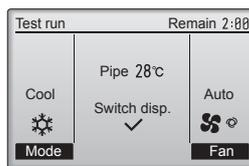

Fig. 7-6
- Drücken Sie die Taste , um durch die Betriebsarten zu schalten in der Reihenfolge „Cool“ (Kühlen) und „Heat“ (Heizen). (Fig. 7-6)